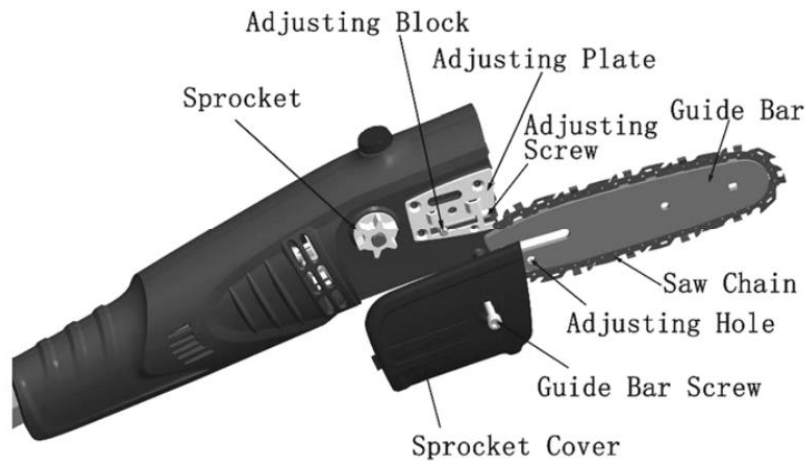

Figure 1
2. Drehen Sie die Einstellschraube gegen den Uhrzeigersinn (siehe Abbildung 1). Drehen Sie die Einstellschraube weiter, bis sich der Einstellblock auf der Rückseite der Einstellplatte befindet.
4. Legen Sie die Kette um das Antriebsritzel, dann entlang der oberen Nut der Führungsschiene und um die Nase der Führungsschiene. Hinweis: Achten Sie darauf, dass die Schneidkanten der Kette in die richtige Richtung zeigen. Legen Sie die Kette so an, dass die Schnittkanten auf der Oberseite der Nase der Führungsschiene der Führungsschiene liegen (siehe Abbildung 1).